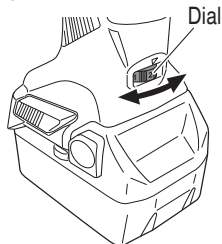

Fig. 9
7. Ajuste de la velocidad de operación (Fig. 9)